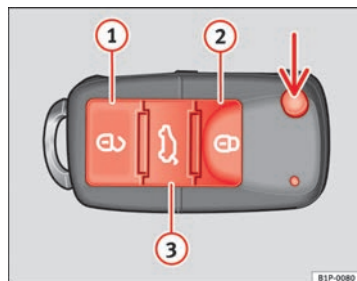

Fig. 45 Teclas de la llave con mando a distancia
Con la tecla $\Rightarrow$ fig. 45 (flecha) del mando, se desbloquea el paletón de la llave.
Desbloqueo del vehículo $\Rightarrow$ fig. 45 ①.
Bloqueo del vehículo $\Rightarrow$ fig. 45 ②.
Desbloqueo del portón trasero. Pulse la tecla $\Rightarrow$ fig. 45 ③ hasta que todos los intermitentes del vehículo parpadeen brevemente. Al pulsar la tecla de desbloqueo $\Rightarrow$ fig. 45 ③, dispone de 2 minutos para abrir el portón. Una vez transcurrido este tiempo se bloqueará de nuevo.
- Pulse la tecla  ② → fig. 45 del mando a distancia.
- Pulse la tecla  ① → fig. 45 del mando a distancia.